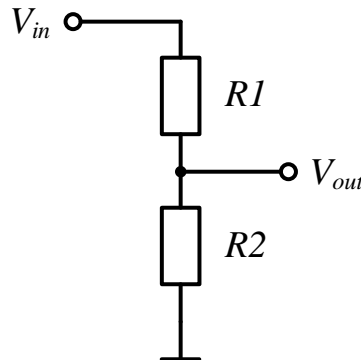

Рисунок 9.3 — Схема подільника напруги
Подільник напруги — лінійна електронна схема, напруга на виході якої ( $V_{out}$ ) складає частину напруги на вході ( $V_{in}$ ). Найпростіший подільник напруги складається з двох послідовно увімкнених резисторів (рис. 9.3).
2. Зібрати подільник напруги згідно з рис. 9.3, використовуючи будь-